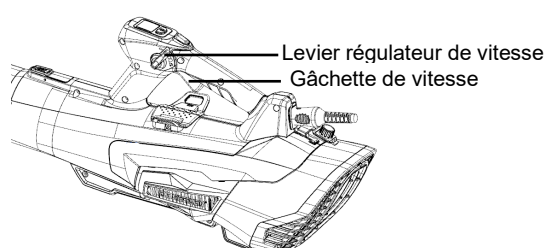

Fig 20
3. Le souffleur peut être verrouillé à n’importe quelle vitesse avec le levier du régulateur de vitesse (Fig. 20).